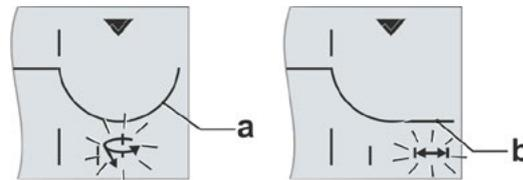

Fig. 5: Visualizzazione del tipo di spegnimento attivo;
6. Confermare la posizione di fine corsa selezionata: premere il Drive Controller. Il display passa all'impostazione del tipo di spegnimento per la posizione di fine corsa selezionata. Il tipo di spegnimento attuale viene visualizzato lampeggiante (fig. 5):
Sul display viene visualizzato il tipo di spegnimento attivo mediante linee diverse (fig. 5):